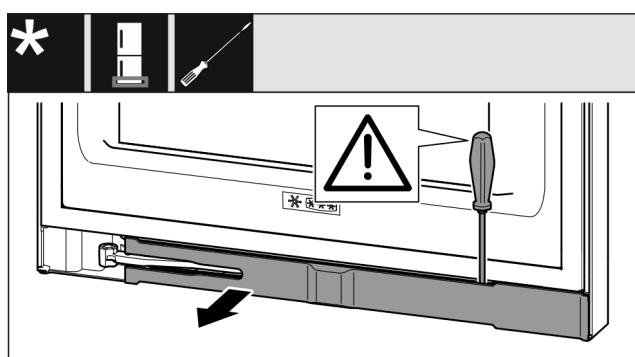

Fig. 13
- Blende mit Schlitzschraubendreher ausrasten und zur Seite schwenken Fig. 13 () .